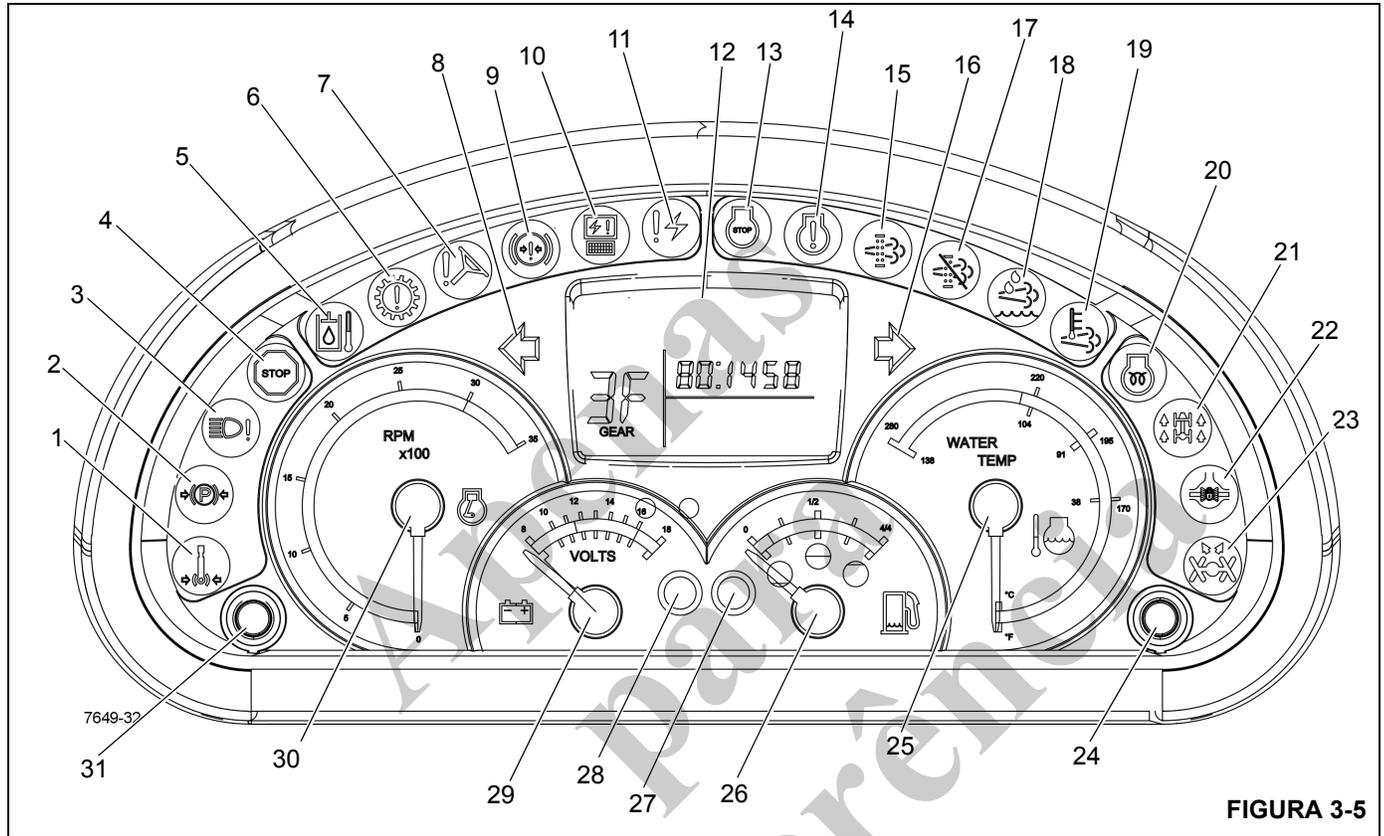
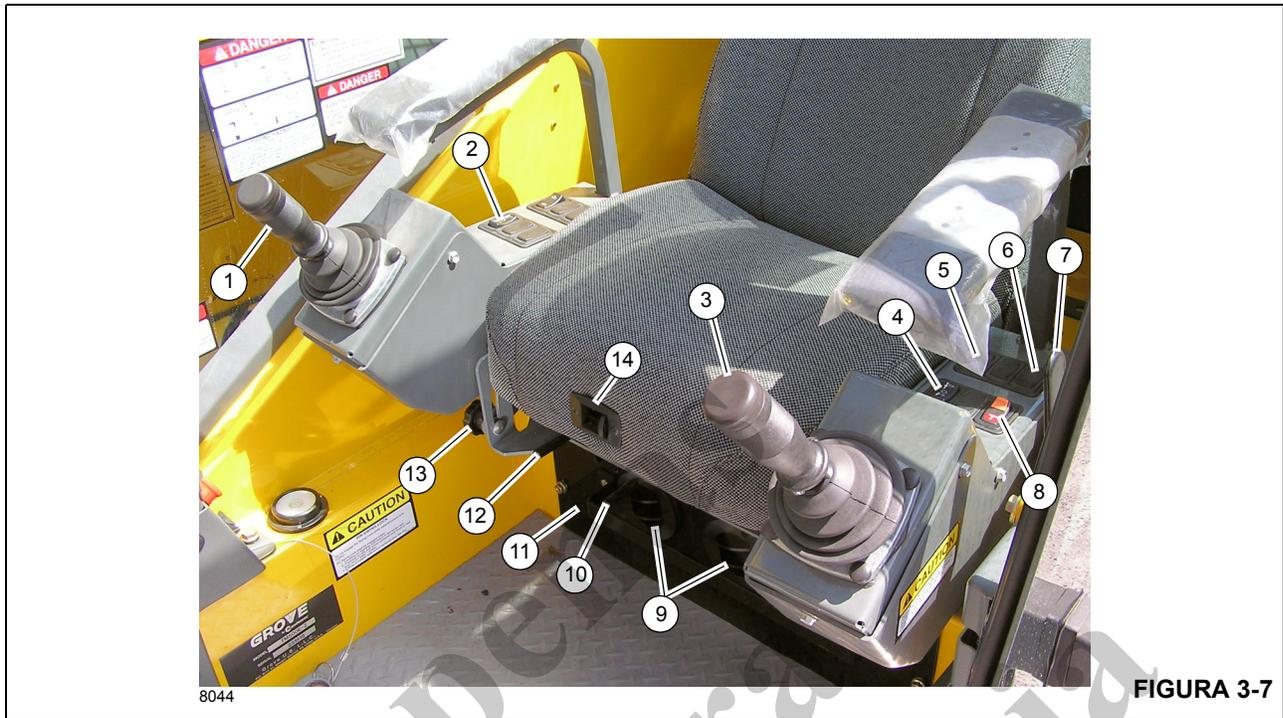

FIGURA 3-5
FIGURA 3-7
Números dos itens da Figura 3-5
O indicador do freio de giro acionado (1) (Figura 3-5) localiza-se no mostrador de indicadores da coluna de direção. Ele acende em vermelho quando o freio de giro do motor de giro da plataforma rotativa estiver acionado impedindo a rotação da superestrutura do guindaste.
O indicador do freio de estacionamento acionado (2) (Figura 3-5) localiza-se no mostrador de indicadores da coluna de direção. Ele acende em cor vermelha quando o freio de estacionamento for acionado.
O indicador de defeito nos faróis (3) (Figura 3-5) localiza-se no mostrador de indicadores da coluna de direção. Ele acende em âmbar quando os faróis dianteiros do guindaste estiverem defeituosos.
O indicador de parada de emergência (4) (Figura 3-5) localiza-se no mostrador de indicadores da coluna de direção. Ele acende em vermelho quando a chave de parada de emergência for pressionada (consulte *Chave de parada de emergência*, página 3-14) e uma campainha de aviso é acionada.
O indicador de temperatura do óleo hidráulico alta (5) (Figura 3-5) localiza-se no mostrador de indicadores da coluna de direção. Ele acende em vermelho quando a temperatura do óleo hidráulico ultrapassar 200°F (93°C); uma campainha de atenção também é acionada. Quando este indicador acender, apoie a carga o mais rápido possível, desligue o motor e tente identificar a causa da alta temperatura do óleo hidráulico.
O indicador de atenção da transmissão (6) (Figura 3-5) localiza-se no mostrador de indicadores da coluna de direção. Ele acende em vermelho quando a temperatura do óleo da transmissão estiver alta. Uma campainha de atenção também soará.
O indicador de baixa pressão da direção (7) (Figura 3-5) localiza-se no mostrador de indicadores da coluna de direção. Ele se ilumina com a cor vermelha quando a pressão hidráulica está baixa. Uma campainha de atenção também soará.
O indicador da sinaleira direcional esquerda (8) (Figura 3-5) localiza-se no mostrador de indicadores da coluna de direção. É uma luz verde em forma de seta que pisca quando a alavanca da sinaleira direcional é empurrada para baixo ou a chave da luz de perigo é ligada.
O indicador de pressão do freio baixa (9) (Figura 3-5) localiza-se no mostrador de indicadores da coluna de direção. Ele acende em vermelho quando a pressão na válvula de carga do acumulador duplo cai abaixo dos requisitos normais de operação. Uma campainha de atenção também soará.
O indicador do módulo eletrônico (10) (Figura 3-5) localiza-se no mostrador de indicadores da coluna de direção. Se qualquer dos módulos eletrônicos estiver off-line e sem comunicação com o sistema, o indicador acende em vermelho.
O indicador de diagnóstico do sistema eletrônico (11) (Figura 3-5) localiza-se no mostrador de indicadores da coluna de direção. O indicador é uma luz vermelha usada para detecção e resolução de problemas no sistema do barramento CAN.
O mostrador de LCD (12) (Figura 3-5) localiza-se no mostrador de indicadores da coluna de direção. O mostrador indica a marcha em uso, códigos de falha e a versão do software principal.
O indicador de parada do motor (13) (Figura 3-5) localiza-se no mostrador de indicadores da coluna de direção. Ele acende em vermelho quando um sinal é enviado do ECM do motor. Além disso, uma campainha de atenção também soará.
O indicador de atenção do motor (14) (Figura 3-5) localiza-se no mostrador de indicadores da coluna de direção. Ele acende em âmbar quando um sinal é enviado do ECM do motor.
O indicador da sinaleira direcional direita (16) (Figura 3-5) localiza-se no mostrador de indicadores da coluna de direção. É uma luz verde em forma de seta que pisca quando a alavanca da sinaleira direcional é empurrada para cima ou a chave da luz de perigo é ligada.
O indicador do DEF (Fluido do escape de diesel) (18) (Figura 3-5) localiza-se no mostrador de indicadores da coluna de direção. O indicador possui quatro estágios diferentes que serão acionados pelo sensor do nível de fluido no tanque do DEF:
*Tanque baixo* - O primeiro aviso ao operador é de que o agente redutor no tanque está baixo. O indicador do DEF (18) permanece aceso continuamente.
*Redução* - O indicador do DEF (18) começa a piscar para avisar o operador de que uma redução será ativada se o tanque do agente redutor não for reabastecido.
*Indução de baixo nível* - O indicador do DEF (18) pisca e o indicador de atenção do motor (14) permanece aceso continuamente. A redução será ativada neste estágio.
*Indução grave* - Se o tanque do DEF (18) ficar vazio, a operação do guindaste ficará restrita. O indicador do DEF (18) pisca e o indicador de parada do motor (13) acende em vermelho.
O indicador de aguardar para ligar o motor (20) (Figura 3-5) localiza-se no mostrador de indicadores da coluna de direção. Ele acende em âmbar por um período de tempo quando a chave de ignição estiver na posição ON (Liga). Não se deve dar partida no motor até que a luz Aguardar Para dar Partida se apague. Esta luz é controlada pela ECM do motor.
O indicador de tração nas quatro rodas (21) (Figura 3-5) localiza-se no mostrador de indicadores da coluna de direção. Ele acende em âmbar quando a chave seletora do eixo de tração (5) (Figura 3-2) estiver na posição baixa da tração nas quatro rodas. Este indicador também piscará se a operação do guindaste é mudada entre tração alta nas duas rodas e tração baixa nas quatro rodas e o pedal do freio não está pressionado e a transmissão não está em neutro.
O indicador de diferencial do eixo bloqueado (22) (Figura 3-5) localiza-se no mostrador de indicadores da coluna de direção. Este indicador acende em âmbar depois que a chave de bloqueio do diferencial (10) (Figura 3-7) é pressionada na posição Lock (Bloquear) e que as chaves de bloqueio do diferencial do transportador, localizadas em
O indicador de rodas traseiras não centralizadas (23) (Figura 3-5) localiza-se no mostrador de indicadores da coluna de direção. O indicador é uma luz âmbar que se ilumina sempre que as rodas traseiras não estão centralizadas.
O indicador da temperatura do líquido de arrefecimento (temperatura da água) (25) (Figura 3-5) localiza-se no mostrador de indicadores da coluna de direção. Ele indica a temperatura do líquido de arrefecimento do motor em uma escala dupla calibrada de 38 a 138°C e 100 a 280°F. O indicador recebe sinal de uma unidade de transmissão de temperatura e do ECM do motor do sistema de arrefecimento do motor.
O indicador de combustível (26) (Figura 3-5) localiza-se no mostrador de indicadores da coluna de direção. O indicador mostra a quantidade de combustível no tanque e tem uma escala calibrada de zero [0] a 4/4. O indicador de combustível recebe um sinal da unidade de transmissão do tanque de combustível.
Números dos itens da Figura 3-7
A alavanca de controle de elevação da lança/guincho principal (1) (Figura 3-7) localiza-se no apoio de braço direito. Quando empurrado para a direita o controlador abaixa a lança, empurrado para a esquerda ele eleva a lança.
A chave seletora da velocidade do guincho principal (2) (Figura 3-7) é uma chave de três posições fixas (Alta/desligada/baixa) localizada no apoio de braço direito. Colocada na posição alta, permite a operação das funções do guincho principal e energiza o solenoide de velocidade alta do guincho principal, proporcionando altas velocidades do cabo. Colocada na posição central, desligada, a elevação de carga é impedida. Colocada na posição baixa, permite a operação das funções do guincho principal e desenergiza o solenoide de velocidade alta do guincho principal, proporcionando baixas velocidades do cabo.